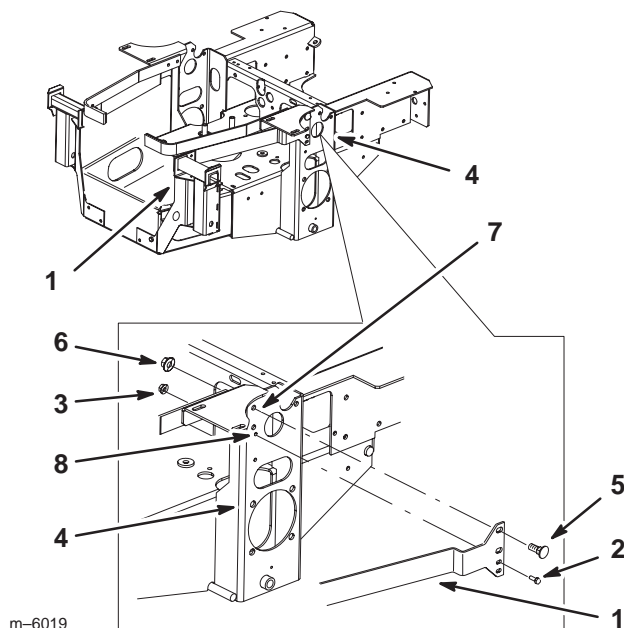

Bild 11
2. Schrauben Sie die Graskollektorbefestigungshalterung lose in das bestehende 6 mm Loch im Seitenchassis. Verwenden Sie eine Schraube (1/4 x 3/4 Zoll) und eine Bundmutter (1/4 Zoll) (Bild 11).
3. Schrauben Sie die Graskollektorbefestigungshalterung lose in die zwei Löcher im Seitenchassis. Verwenden Sie zwei Schlossschrauben (3/8 x 7/8 Zoll) und zwei Bundmutter (3/8 Zoll) (Bild 11).
4. Ziehen Sie die Graskollektorbefestigungshalterung am Seitenchassis fest (Bild 11). Siehe Drehmomententabelle.